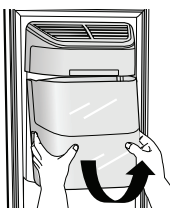

Figura 1
- Sujete el asa como se muestra en la figura 1.